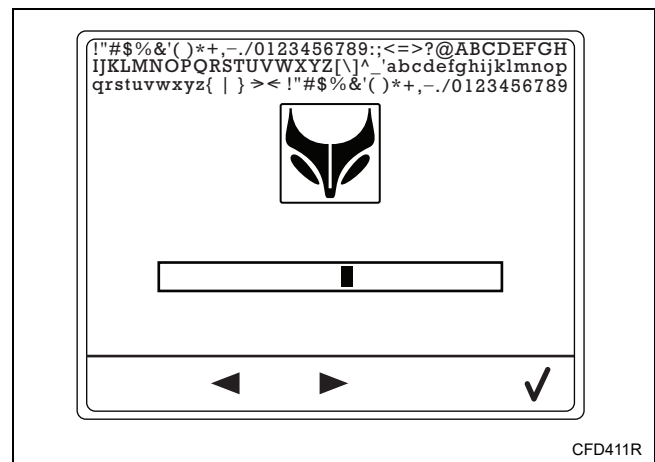

Figure 66
1. Augmenter ou diminuer le contraste en appuyant sur les touches sous les icônes de Navigation et confirmer en appuyant sur la touche sous l'icône Le crochet. Se reporter à la *Figure 66*.